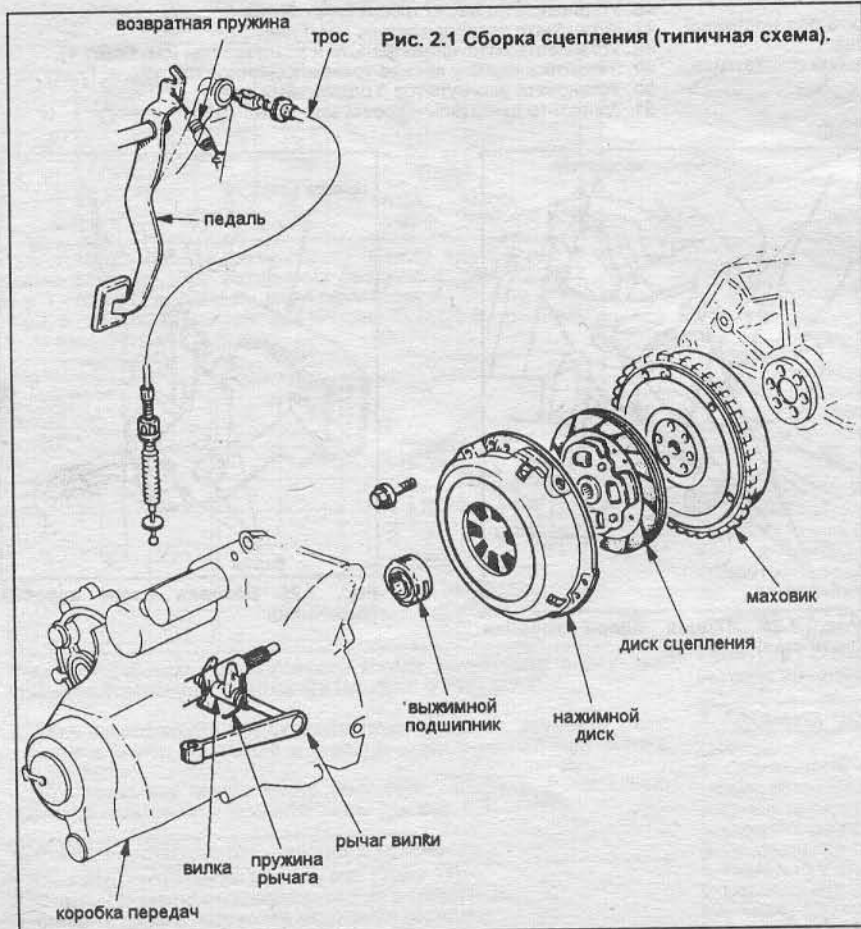

Рис. 2.1 Сборка сцепления (типичная схема).
1. Все автомобили с механической коробкой передач оборудуются однодисковым сцеплением диафрагменного типа (см. рис. 2.1). Диск сцепления имеет шлицевую ступицу, в которую входит первичный вал коробки. Сцепление и нажимной диск находятся в контакте под действием пружин диафрагмы.